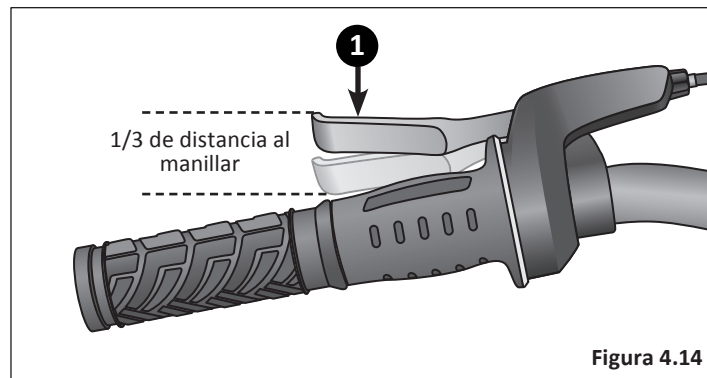

Figura 4.14
- 1 Después de ajustar el freno, apriete la maneta del mismo tan fuerte como pueda varias veces y vuelva a inspeccionar las zapatas del freno, el centrado y el recorrido de la maneta de freno. Si las zapatas del freno ya no están a escuadra con el rin, repita los ajustes de la zapata de freno. **Figura 4.14**